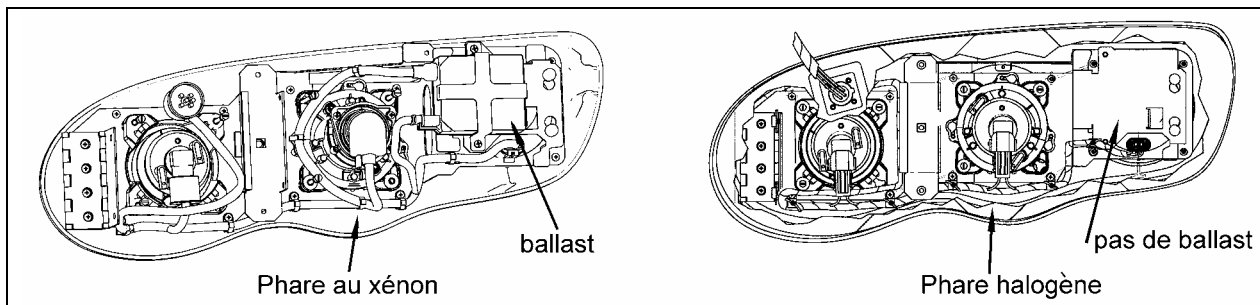

FIGURE 2 : DIFFÉRENTIATION ENTRE PHARE AU XÉNON ET PHARE HALOGENE
1. Valider si vos feux de croisement sont bien de type halogène. Les feux de croisement halogène ne requièrent pas de ballast pour fonctionner (voir la figure 2). Si il y a un ballast, c'est qu'ils sont de type au xénon, alors ce bulletin ne s'applique pas.
2. Effectuer les étapes des figures 2 & 3.